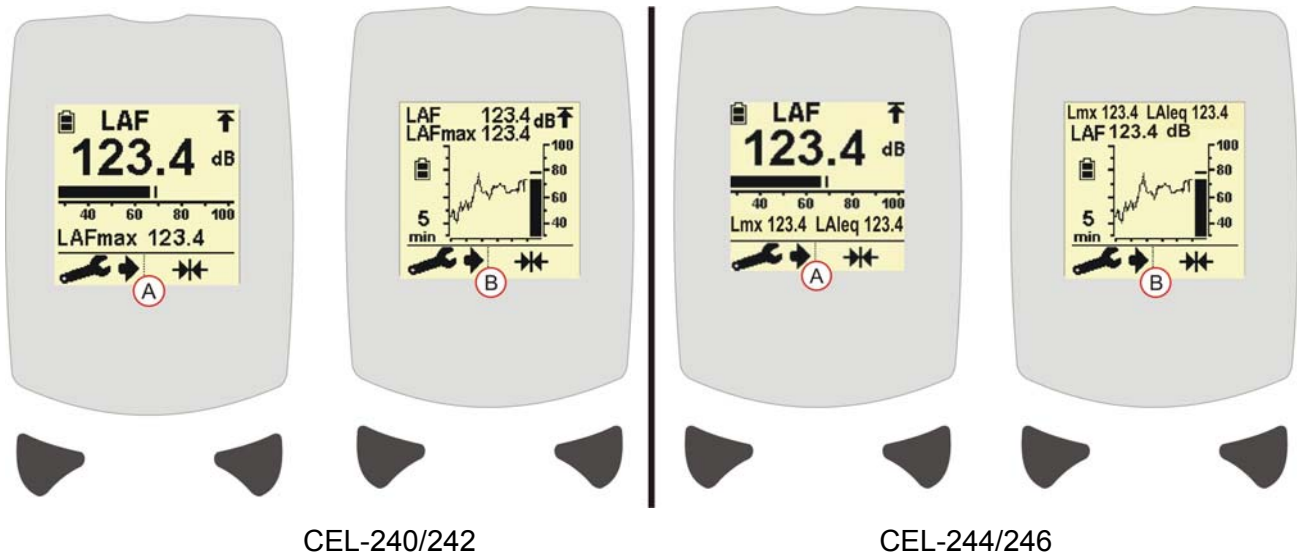

Figure 4 Série CEL-200 Écrans de diagramme à barres et de valeur en fonction du temps
4. Un diagramme à barres (voir la figure 4 [A]) ou la valeur en fonction du temps (voir la figure 4 [B]) sera affiché. Consultez les RÉGLAGES D'INSTRUMENT pour changer les pondérations de durée et de fréquence ou pour changer le type d'affichage.
L'affichage principal peut être basculé entre diagramme à barres et de valeur en fonction du temps (voir la figure 4 (A) et (B) respectivement) en appuyant sur la touche (B).